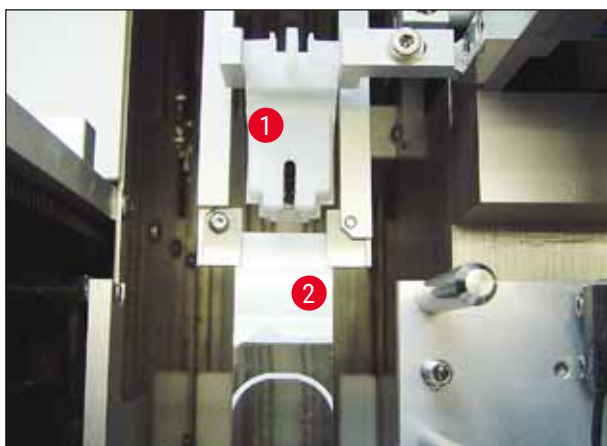

Fig. 24
1. Por fim, certifique-se de a pinça (→ Fig. 24-1) não colida com o limpador de agulha do distribuidor (→ Fig. 24) durante seu movimento ou o movimento da lâmina da amostra transportada (→ Fig. 24-2).